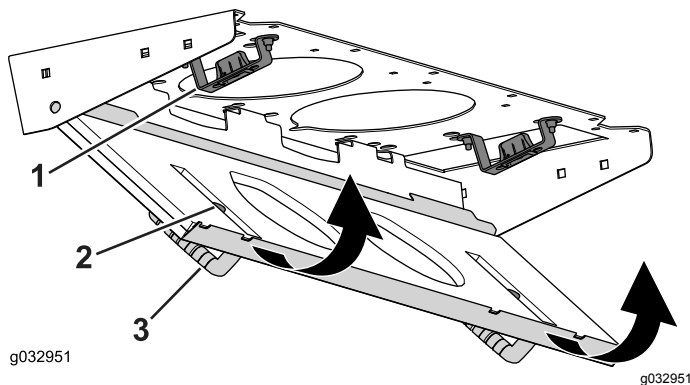

Figura 147
4. Rode o painel de filtro em volta das patilhas até que a lingueta entre no conjunto de montagem do trinco (Figura 147).